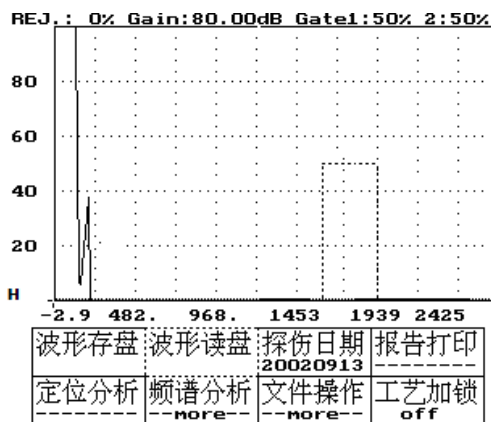

图 21-1
- 2、 按方向键——将虚框移到波形读盘, 如图 21-1 所示。